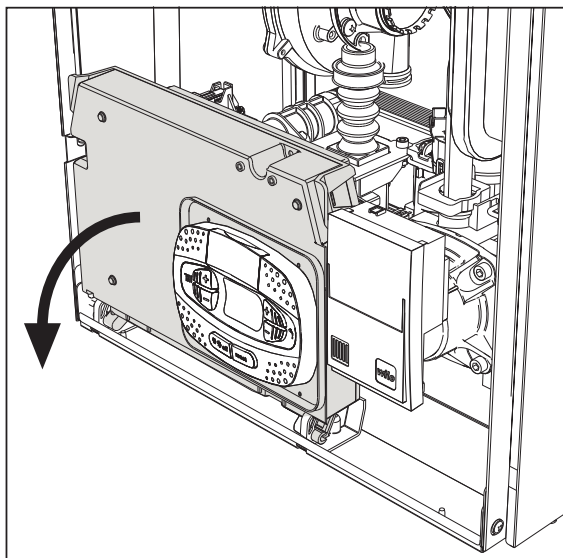
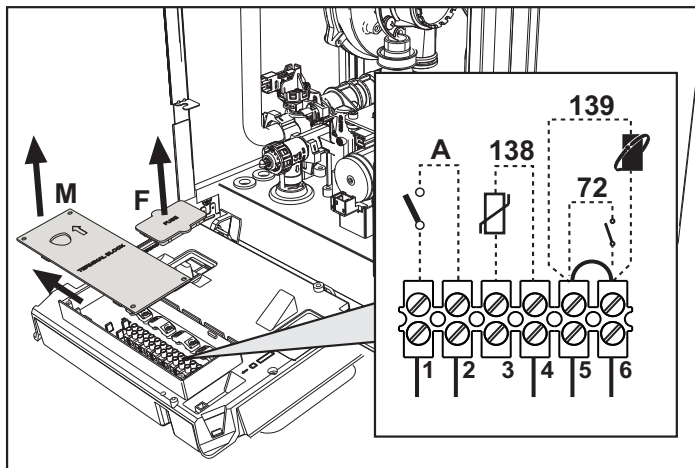

fig. 19
fig. 20
Dopo aver tolto il pannello frontale ( \*\*\* 'Apertura del pannello frontale' on page 32 \*\*\* ) è possibile accedere alla morsettiera (M) e al fusibile (F) seguendo le indicazioni descritte di seguito (fig. 19 e fig. 20). **I morsetti indicati nella fig. 20 devono essere a contatti puliti (non 230V).** La disposizione dei morsetti per i diversi allacciamenti è riportata anche nello schema elettrico alla fig. 61.